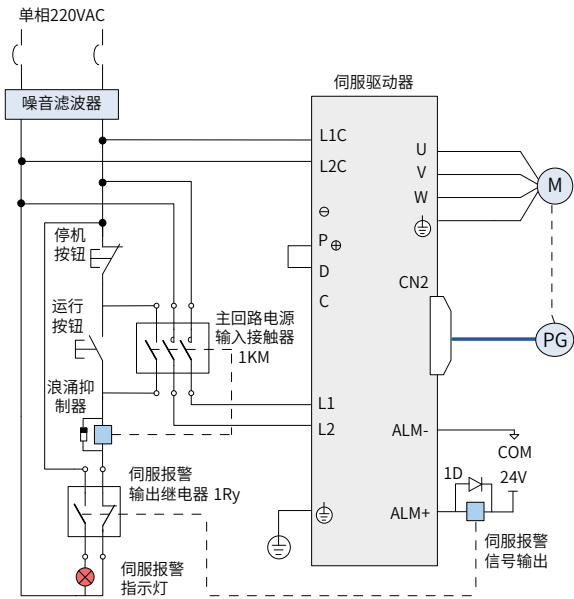
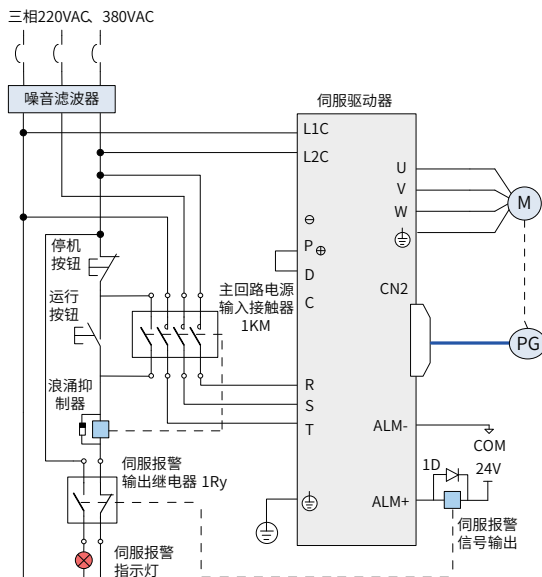

图 3-5 单相 220V 主电路配线
图 3-6 三相 220V、380V 主电路配线
- ◆ 请参考图 3-5、图 3-6 连接主电路电源，DO 设置为警报输出功能 (ALM+/-)，当伺服驱动器报警后可自动切断动力电源，同时报警灯亮。